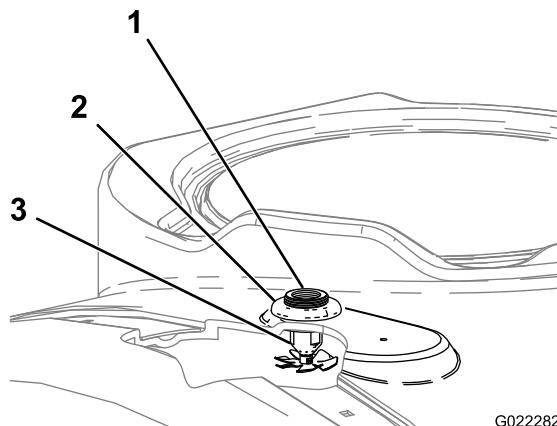

図 8
- 先ほどあけた穴の下から上へ、ノズル・アセンブリを通して取り付ける(図8)。
- タンク上部のバルクヘッドのねじ山に、プラスチック製フランジナットを取り付ける(図8)。